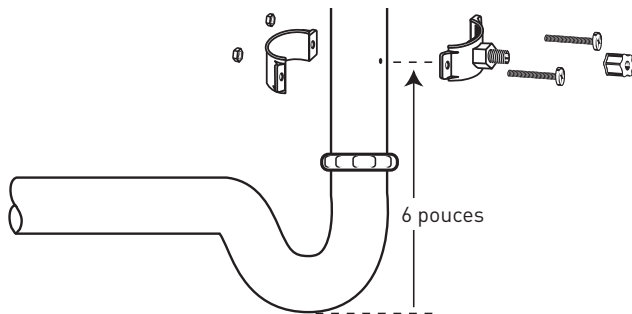

Figure 36
3. Fixez le collier de serrage à un tronçon vertical du tuyau d'évacuation, à environ 6 po (15,2 cm) au-dessus du siphon. Assurez-vous que l'ouverture du collier de serrage fait face au robinet d'eau potable. Voir la Figure 36.